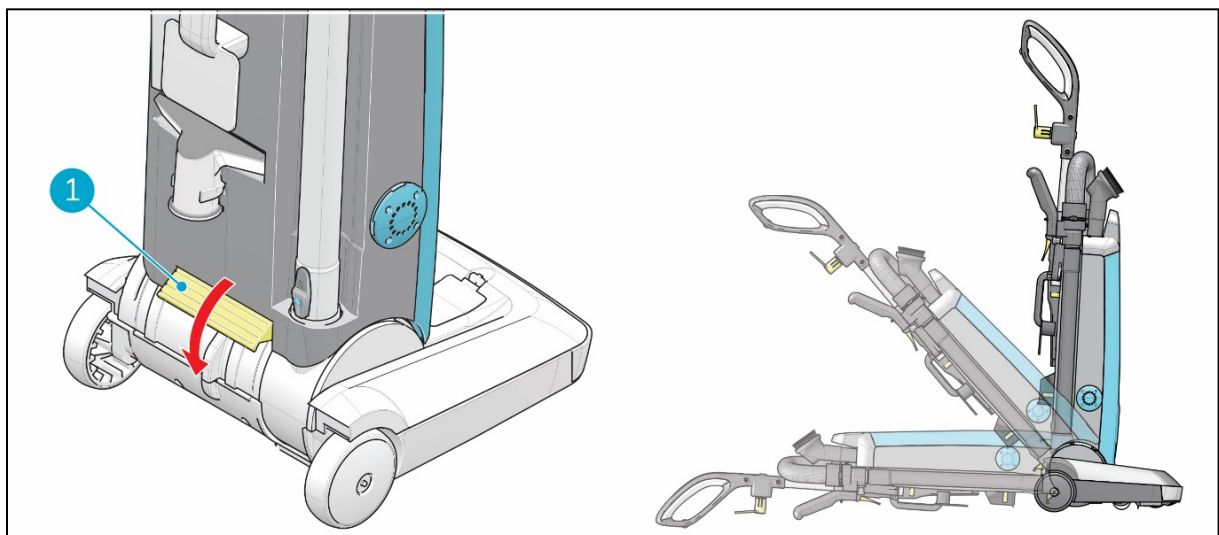

Afbeelding 15
1. Maak de vergrendeling los (Afbeelding 15, pos 2).
2. Pas de hoogte van het handvat aan (Afbeelding 15, pos 1) naar een comfortabele positie.
3. Maak de vergrendeling vast (Afbeelding 15, pos 2).